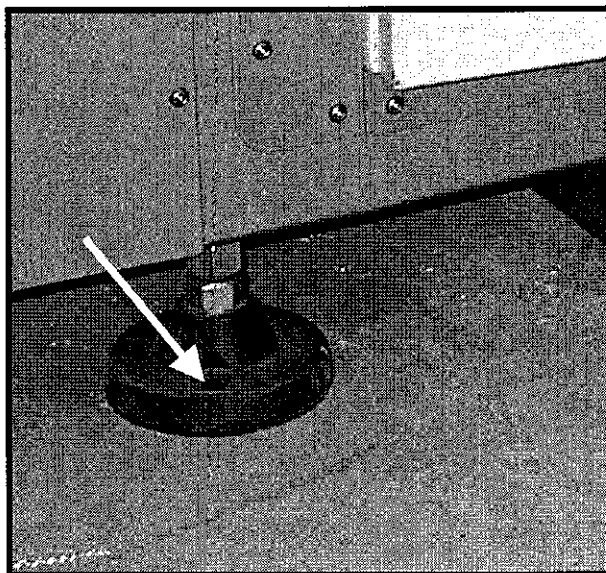

Fig.5/1
- 6) Fissare i piedini con viti a pressione adeguate al pavimento, inserendole nei fori indicati in fig.5/1
La rete elettrica di alimentazione a cui viene collegata la macchina attraverso il PG di fig.5/2 rif.4 , deve soddisfare le caratteristiche tecniche riportate nella sezione 3-3